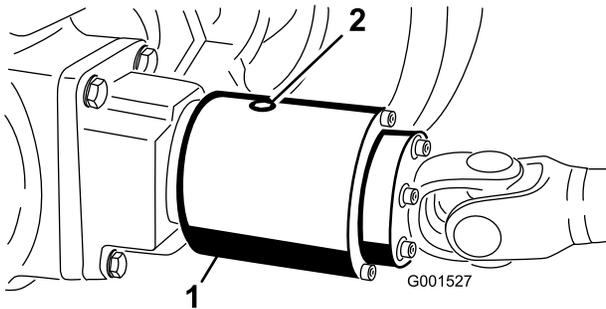

Bild 65
2. Drehen Sie die Kupplung (Bild 65), sodass die Ablassschraube auf 4 Uhr zeigt.